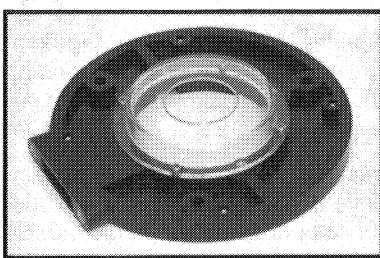

Fig. 2
1. Utilice cuatro tornillos No. 4-40 x  $\frac{1}{4}$ " (del paquete de tornillería) para montar la cubierta transparente en la parte superior de la base de aspiración (ver la Fig. 2).